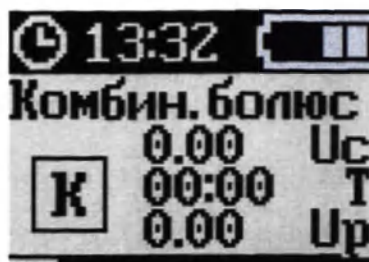

Рисунок 114 – Экран «КОМБИН.БОЛЮС»
2. Кнопками «ВВЕРХ» и (или) «ВНИЗ» выбрать пункт «КОМБИН.БОЛЮС» (рисунок 114).